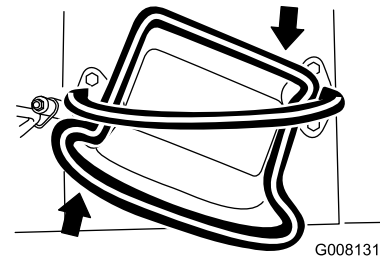

Bild 9
- Drehen Sie den Fahrtriebshebel nach rechts, um nach rechts zu fahren (Bild 9).